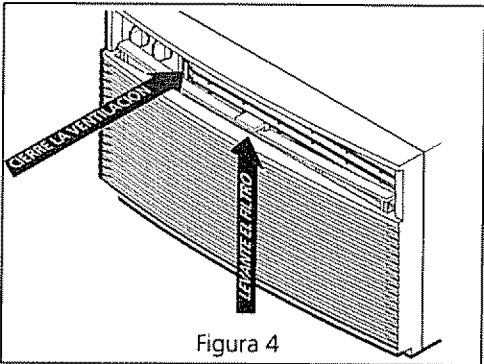

Figura 4
- Para algunos modelos, empuje la manija de control de ventilación a la posición cerrada (CLOSED). Sujete la pestaña y levante el filtro hacia arriba y hacia afuera (Figura 4)